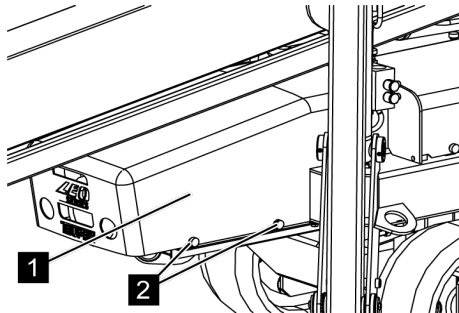

Fig. 114: Fixer le capot
9. → Mettre le capot en place (Voir la Fig. 114/1) et bien le visser avec les vis moletées (Voir la Fig. 114/2).